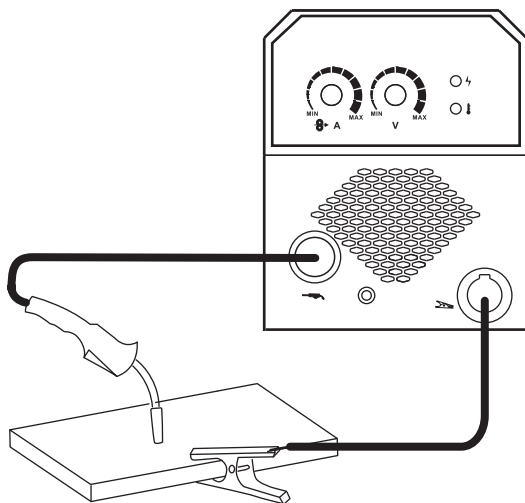

Рис. 3
1. Подключите сварочные кабели в соответствии со схемой (рис. 3).